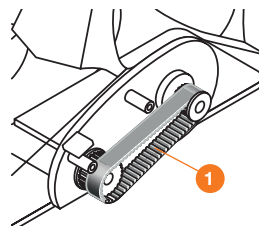

Рис. 3
- Снимите старый приводной ремень ❶ (Рис. 3), установите на его место новый ремень.